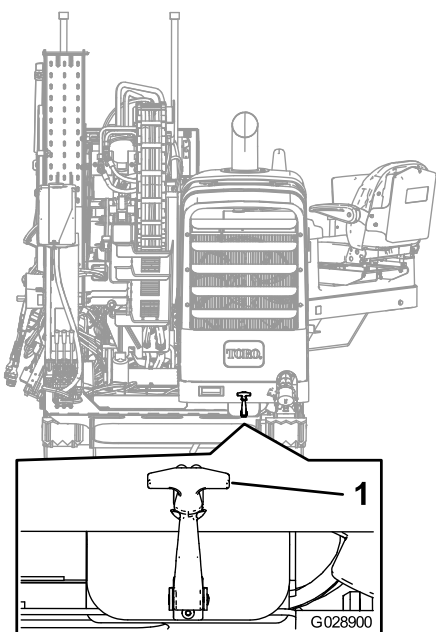

Figura 60
2. Puxe para fora o fecho (Figura 60).